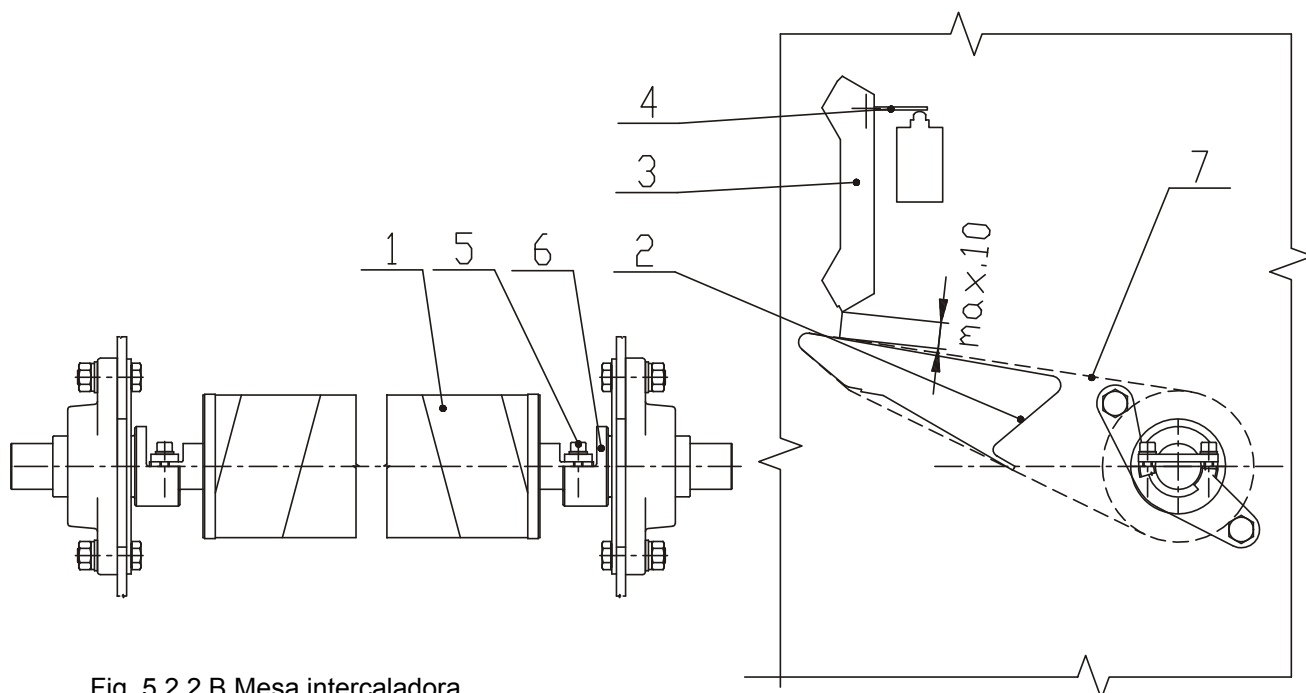

Fig. 5.2.2.B Mesa intercaladora
El ajuste de la tensión de las cintas de la mesa intercaladora se realiza mediante los tornillos, Fig. 5.2.2.C, pos. 6. Las cintas intercaladoras deben estar un poco tendidas para que sea posible su movimiento. Las cintas se tienden por el movimiento de la mesa hacia el cilindro planchador. La mesa está fijada con dos tornillos (5) en ambas partes. Al aflojar los tornillos es posible mover y girar con la mesa mediante los tornillos tensores (6).